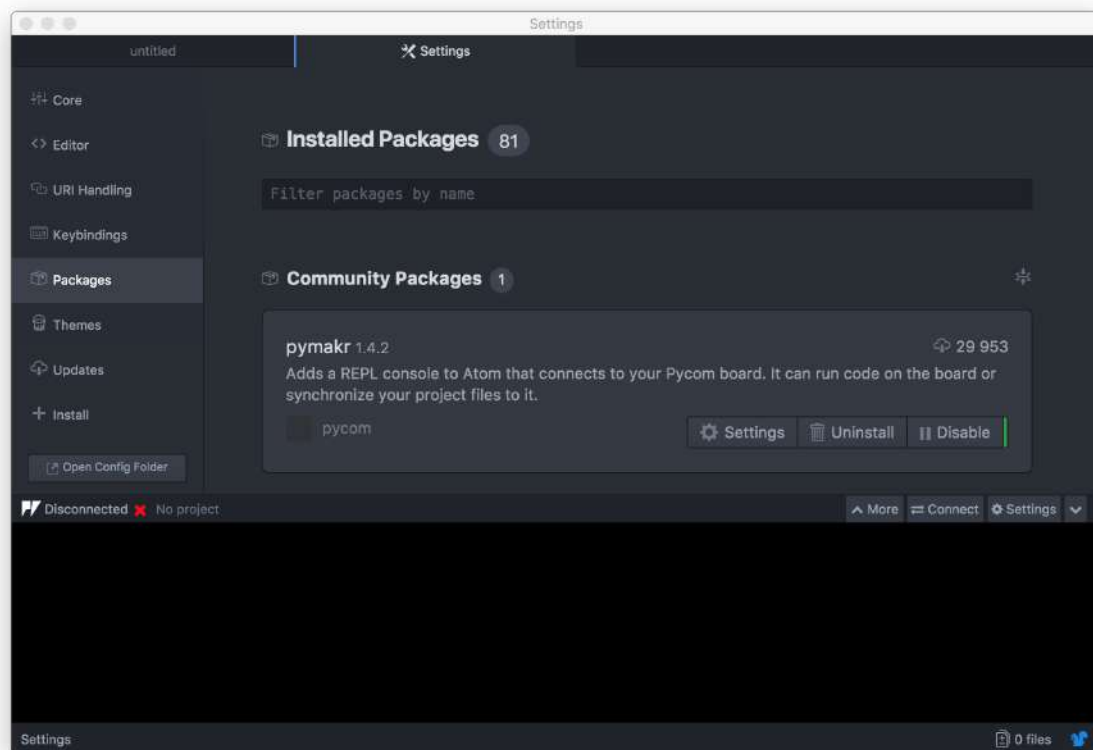

FIGURE 7.9 – Page *settings* de Atom permettant d’installer le module `pymakr` (les numéros de version peuvent différer).
2. Dans Atom, il faut installer le module (*package*) permettant d'interagir avec le Wipy : `pymakr`. Si vous lisez la description de ce module, vous verrez qu'il permet d'intégrer une console REPL dans l'éditeur Atom ainsi de synchroniser des fichiers entre l'ordinateur et le wipy. La figure 7.9 montre la page permettant de sélectionner le module `pymakr`.